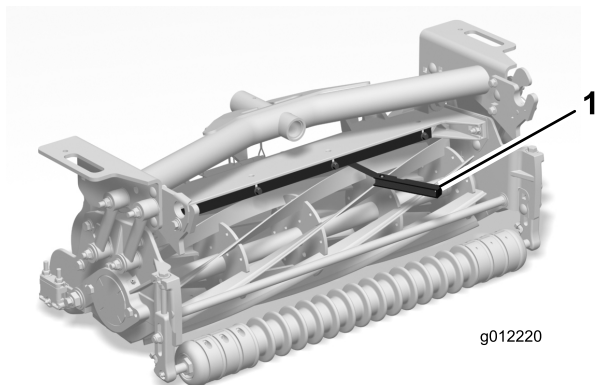

図 8
4. 隙間ゲージ1.5mmを使って、リール上面とカットオフバーの下端との間のすきまを確認する 図 8。